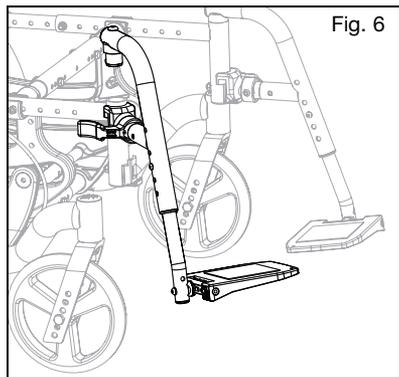

Fig. 6
- Coloque o assento pivô «swing away» na abertura do tubo da estrutura anterior com o apoio dos pés virado para dentro ou para fora em relação à estrutura (Fig. 6).